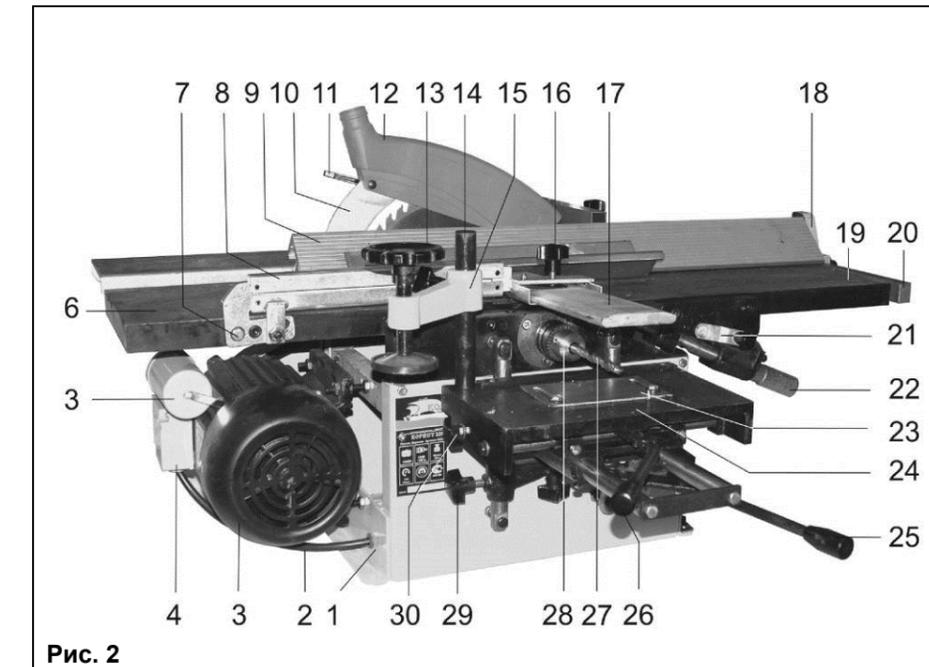

Рис. 2
9.5.5. При выполнении сверлильной операции скорость подачи заготовки, закреплённой на рабочей поверхности суппорта (24), осуществляйте рычагом поперечной подачи (25) с учётом диаметра режущего инструмента, твёрдости и влажности материала заготовки, Рис. 2.
9.5.6. При выполнении операции шипорезных работ, продольного или торцевого (косого) пиления скорость подачи заготовки осуществляется вручную (усилием оператора) с учётом высоты пиления, твёрдости и влажности материала заготовки, Рис. 2.
7.1. Станок состоит из следующих сборочных единиц и деталей (Рис. 2)
8.1. Монтаж станка (Рис. 2)
8.2. Установка пильного диска (Рис. 2 - 4)
8.3. Установка пильного суппорта (Рис. 2, 5)
8.6. Установка защитной планки (Рис. 2)
8.7. Установка суппорта для выполнения сверлильных работ (Рис. 2, 8, 9)
8.8. Установка сверлильного патрона (Рис. 2, 8)
9.1. Регулировки и настройки перед началом пильных работ (Рис. 2, 3)
9.2. Регулировки и настройки перед началом строгальных работ (Рис. 2)
- отрегулировать глубину строгания путем опускания / подъёма подающего стола (19) вращением ручки (22);
- продвинуть защитную планку (17) в такое положение, чтобы она закрывала не принимающую участия в строгании часть рабочего вала.
9.3. Регулировки и настройки перед началом сверлильных работ (Рис. 2, 8, 9)